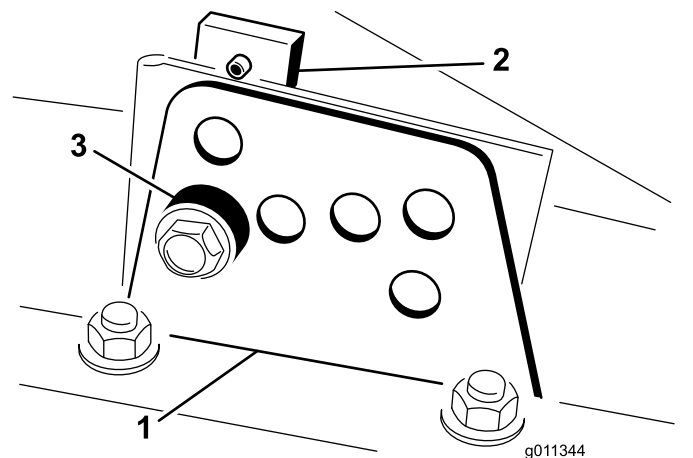

Figure 15
2. Desserrez le boulon qui fixe le support de hauteur de coupe à la plaque de hauteur de coupe (à l'avant et de chaque côté), comme montré à la Figure 15.
4. Tout en soutenant la chambre, déposez l'entretoise (Figure 15).